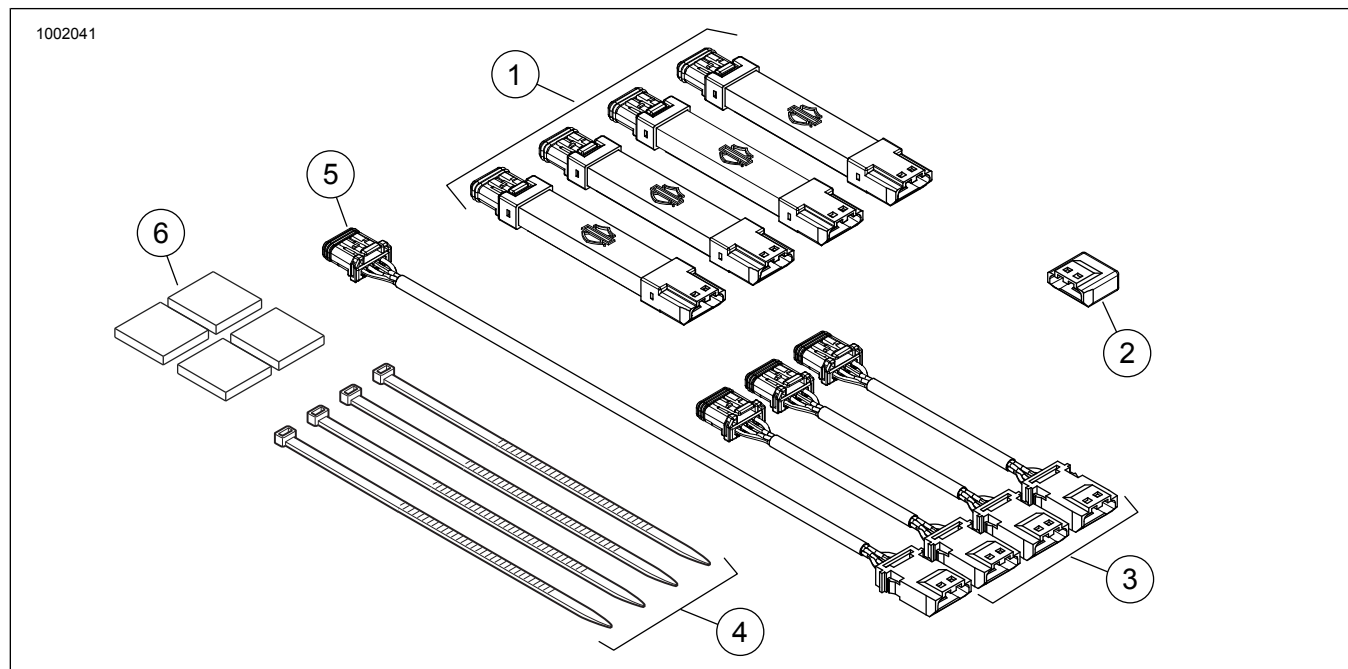

Figura 2. Peças de reposição, kits de dispositivos de luz Spectra Glo
Ver a Figura 2. e Tabela 1.
2. Ver a Figura 2. Monte (encaixe firme) os dispositivos de luz (1) e chicotes (3 e 5) com a configuração pretendida.